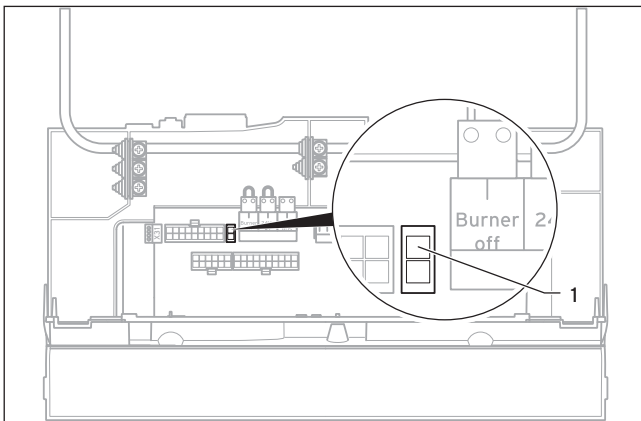

Abb. 2.4 Kodierwiderstand wechseln
- Halten Sie beim Festschrauben der Überwurfmutter an der Gasarmatur mit einem Gabelschlüssel an der Gegenseite der Gasarmatur (5) bzw. (6) gegen.
- Clipsen Sie den hinteren Deckel (2) der Elektronikbox aus den Halterungen an der Elektronikbox (3) aus.
- Entnehmen Sie den alten Kodierwiderstand (1, Abb. 2.4).